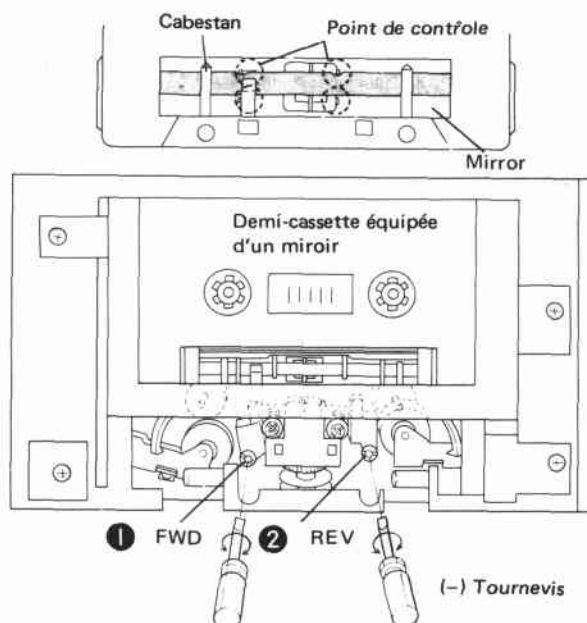

Fig. 12-3 Réglage de l'entraînement de la bande
3. Régler l'écrou de réglage ① de manière à ce qu'aucune ondulation ne se produise sur la pièce de guidage de la tête d'enregistrement/lecture (REC/PB) ni sur le guide de la tête d'effacement, comme indiqué à la Fig. 12-3.
5. Régler l'écrou de réglage ② de manière à ce qu'aucune ondulation ne se produise sur le guide de la tête d'enregistrement/lecture (REC/PB) ni sur le guide de la tête d'effacement.